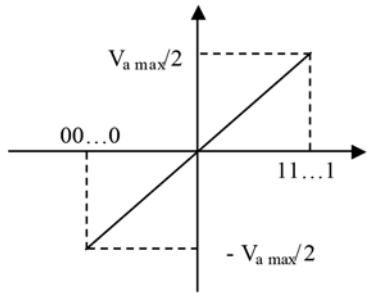
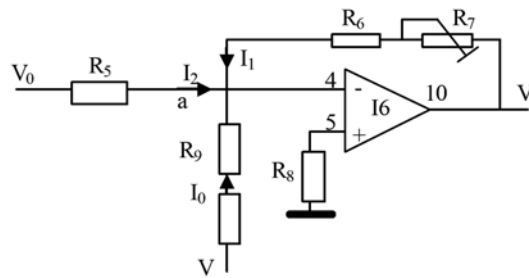

Fig. 2.7
Fig. 2.8
c) Pentru tensiuni de ieșire de ambele polarități, cu variație simetrică față de origine, în cadranele I și III (fig. 2.7) trebuie să se decaleze  $V_a$  cu jumătate din valoarea maximă  $V_{a \max}$ , în sensul descreșterii, astfel încât să se obțină variația de tensiune analogică dorită. Pentru a obține decalajul, în monajul inversor de la punctul  $a$ , se suprapune la intrarea inversoare un curent  $I_0$  preluat de la altă referință (fig. 2.8).